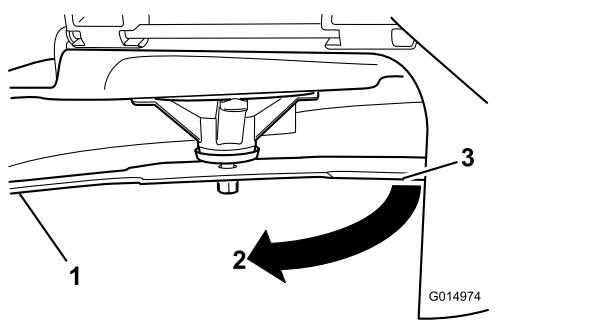

Figura 90
3. Distancia medida entre la cuchilla y la superficie (A)
4. Gire la misma cuchilla 180 grados de manera que el otro extremo esté en la misma posición (Figura 90).